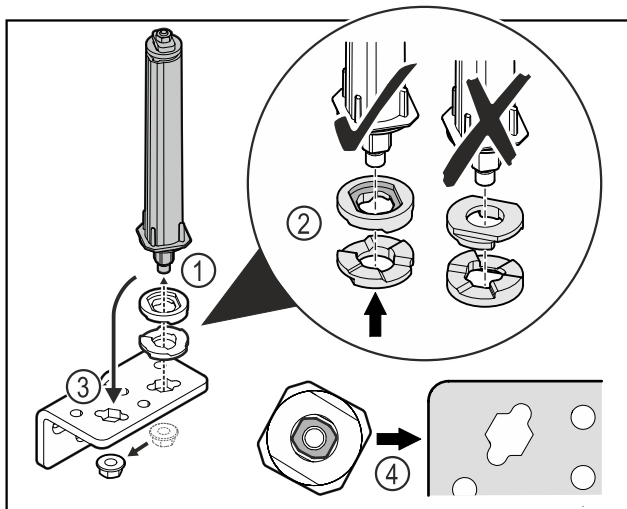

Fig. 34
- Afloje la tuerca y retire el sistema de cierre Fig. 34 (1).
- Asegúrese de la correcta alineación de los discos de ajuste de altura Fig. 34 (2).
- Vuelva a colocar el sistema de cierre de la puerta en el ángulo de las bisagras y fíjelo con la tuerca Fig. 34 (3).
- Al colocarlo, asegúrese de que esté correctamente alineado Fig. 34 (4).